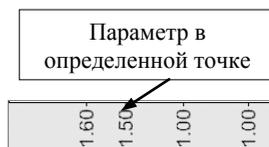

Рис. 11.12
**Точечные графы** (рис. 11.12) хранят информацию в заданной точке.